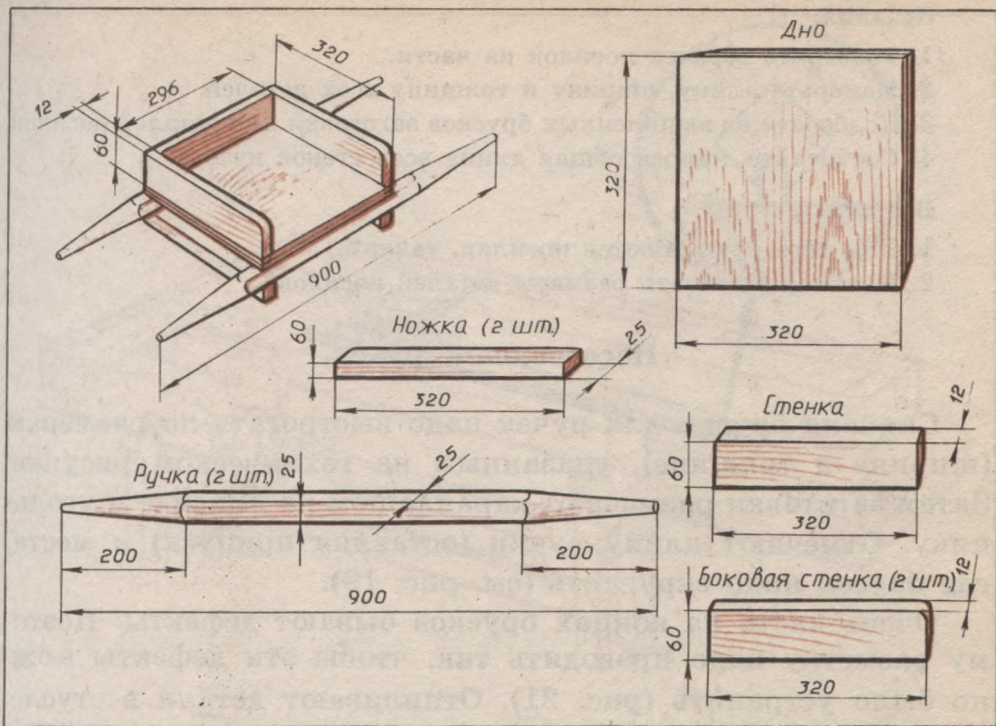

Рис. 19. Носилки.
Сначала бруски для ручек надо выстрогать по размерам (ширине и толщине), указанным на техническом рисунке. Затем заготовки размечают карандашом по линейке и угольнику. Отмечают длину ручки (оставляя припуск) и места, где брусок надо скруглить (см. рис. 19).
5. Изготовьте ножки для носилок (см. рис. 19).
Кузов носилок очень похож на кузов самосвала, у которого нет заднего борта. Собирают кузов из четырех деталей: трех стенок и дна. Две стенки немного длиннее, чем третья (см. рис. 19), а ширина и толщина всех стенок одинаковая.
Перед тем как приступить к изготовлению деталей кузова, надо внимательно ознакомиться с техническим рисунком и образцом, составить план работы. Сначала подбирают заготовки и строгают их точно по размерам (ширине и толщине). Затем размечают бруски по длине и отпиливают в стусле припуск. У более длинных заготовок надо скруглить углы (см. рис. 19). Размечают места скругления по шаблону.